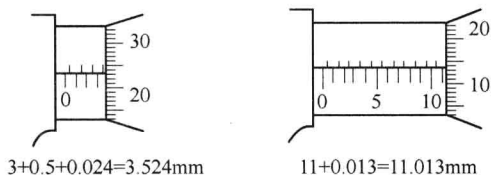

图 1-13 外径千分尺读数实例
3) 将上面两个读数相加，即为外径千分尺上测得的尺寸。图 1-13 所示是外径千分尺读数实例。